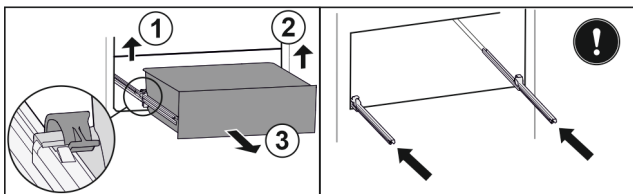

Fig. 98
- ▶ Soulever la bride gauche et tirer dans le même temps la partie gauche du tiroir vers l'avant. Fig. 98 (1)
- ▶ Soulever la bride droite et tirer dans le même temps la partie droite du tiroir vers l'avant. Fig. 98 (2)
- ▶ Retirer le tiroir par l'avant. Fig. 98 (3)